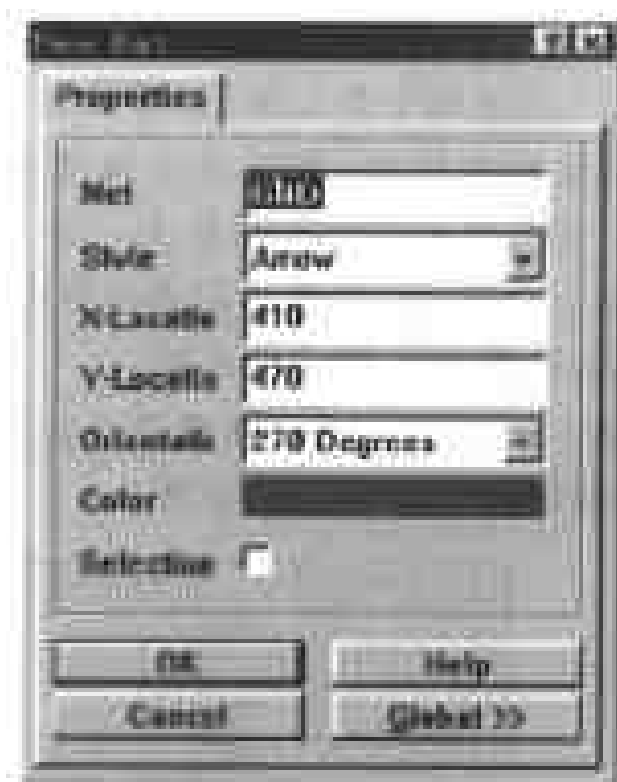

图 2-48 修改电源或者接地符号的属性
(1) 在图纸中双击要进行修改的电源或者接地符号,弹出如图2-48所示的对话框,在对话框中提供了多个选项,供用户对符号的各个属性逐一进行修改。
(2) 在 Net 选项的输入框中输入符号的名称,设置该符号所属的网络。需要注意的是,这里字母的大小写具有不同的含义。此外,千万不能把接地符号和电源符号弄混,否则会导致非常严重的后果。
(3) 单击 Style 下拉列表框,在弹出的下拉列表中提供了多个选项,可以设置符号的形状。
(4) X-Location 和 Y-Location 选项的输入框中显示出了符号在工作窗口中的位置坐标,通过这两个选项可以调整符号的位置,不过一般还是用鼠标在图纸中直接确定符号位置,以免出现符号与导线未连接的问题。
(5) 在 Orientation 选项的下拉列表框中提供了 0 Degrees, 90 Degrees, 180 Degrees 和 270 Degrees 4 个选项, 供用户设置电源或者接地符号的方向。
(6) 单击 Color 选项的颜色框, 可以在弹出的另一个对话框中设置符号的颜色; 而 Selection 复选框则用来设置符号是否被选中。设置了各个选项后, 单击 OK 命令按钮, 返回工作窗口, 完成对符号属性的修改。